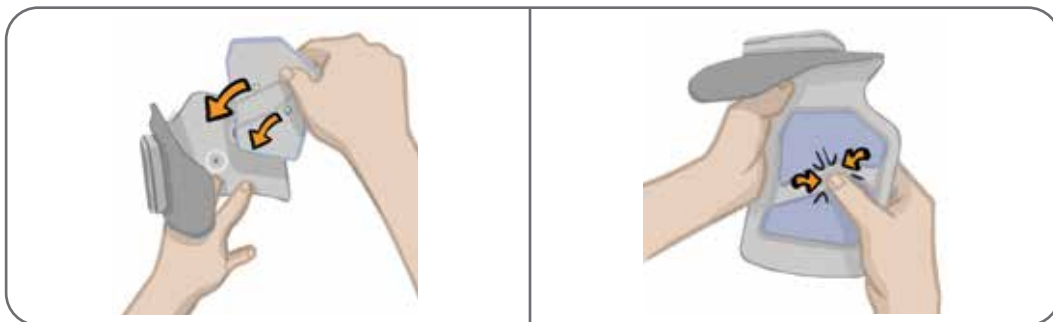

Figure 6-4 : Alignement et fixation de l'électrode à installation rapide
5. Alignez les pressions orange et bleu de l'électrode à installation rapide avec les prises orange et bleu de la jambière. Reportez-vous à la figure 6-4.
6. Appuyez fermement pour enclencher l'électrode à installation rapide dans la jambière. Reportez-vous à la figure 6-4.